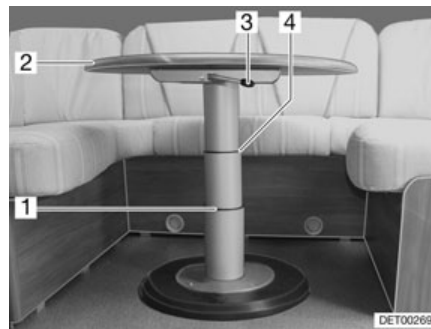

Fig. 65 Mesa elevadora del grupo de asientos circular
- Girar la palanca de bloqueo (Fig. 65,3) hacia la izquierda. El bloqueo está abierto.
- Presionar el tablero de la mesa (Fig. 65,2) por el centro hacia abajo hasta el tope deseado (Fig. 65,1 ó 4) y manténgalo presionado.
- Girar la palanca de bloqueo (Fig. 65,3) hacia la derecha. La mesa elevadora está bloqueada.